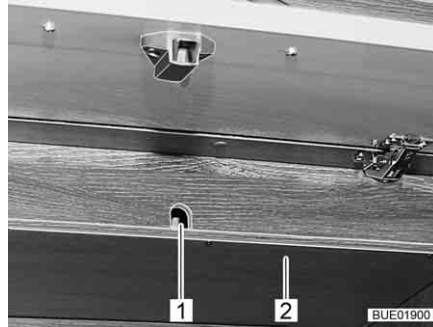

Fig. 152 Trampilla en el armario de pared
- Quitar la tabla (Fig. 152,2) debajo del orificio de acceso (Fig. 152,1) a la manivela.